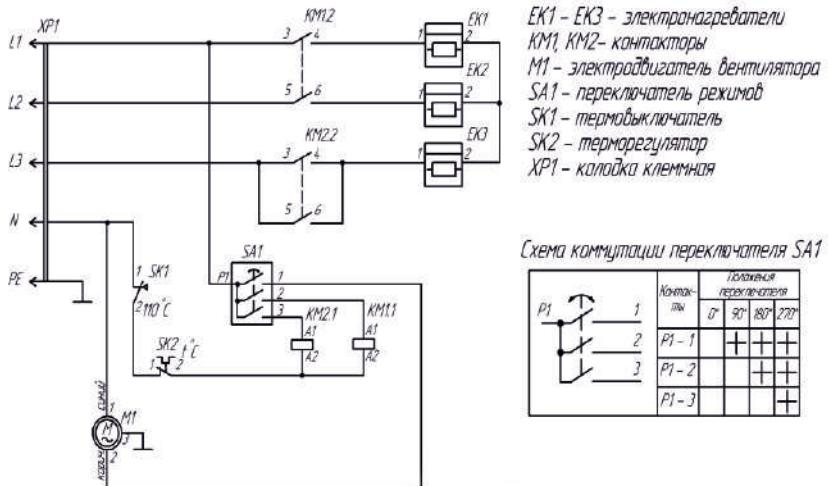

Рис.3 Схема электрическая для PROF-12380, PROF-15380,
5.5 Электрическая схема тепловой пушки представлена на рис.3 и рис. 4 Приложения.
6.3 Для защиты электропроводки от перегрузок подключение к стационарной электросети осуществляется через автоматический выключатель номиналом 25 А для PROF-12380 и PROF-15380, и 63 А для PROF-24380 и PROF-30380. Кабель питания и сетевую розетку подключить в соответствии со схемой подключения (см. рис. 3 Приложения). Сечение жил кабеля питания должно быть не менее  $2,5 \text{ мм}^2$  для PROF-12380,  $4,0 \text{ мм}^2$  для PROF-15380,  $6,0 \text{ мм}^2$  для PROF-24380 и  $10 \text{ мм}^2$  для PROF-30380 (для медной жилы).